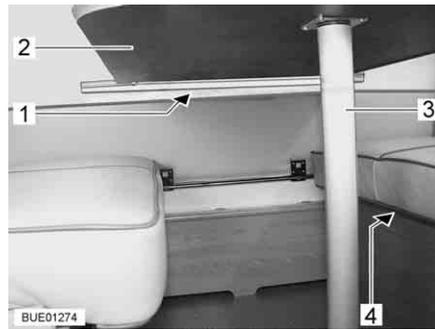
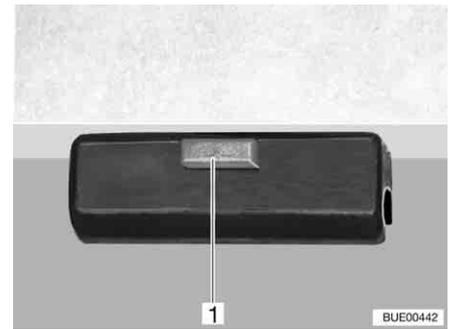

Bild 104 Hängetisch mit wechselbarem Tischfuß
Bild 105 Verriegelung
- Tischplatte (Bild 104,2) vorn leicht anheben.
- Tischfuß (Bild 104,3) abschrauben und beiseite legen.
- An der Verriegelung (Bild 104,1) den Entriegelungsknopf (Bild 105,1) drücken.
- Tischplatte in die Aufnahmen (Bild 104,4) an den Sitzbänken legen.